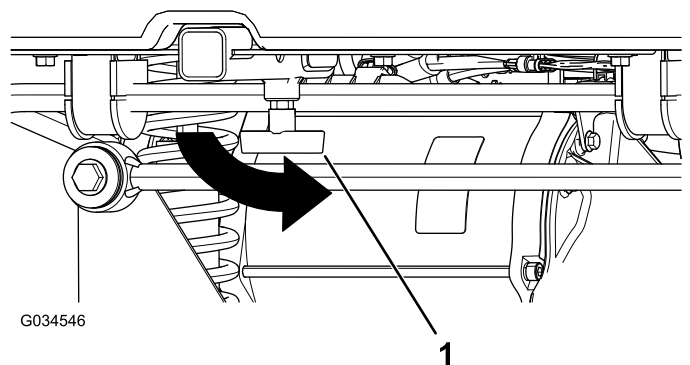

Bild 16
4. Drehen Sie den T-Bügel nach links, um ihn anzuziehen (**Bild 16**).